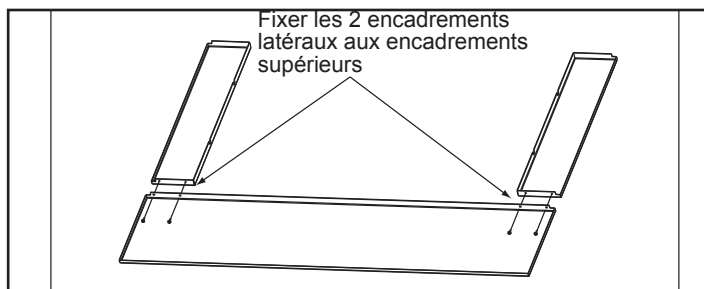

Figure 21.2
2. À l'aide du tournevis cruciforme, fixez les parties latérales de l'encadrement à la partie supérieure de l'encadrement en utilisant les 2 vis autotaraudeuses n° 8 fournies avec l'ensemble. **Figure 21.2.**